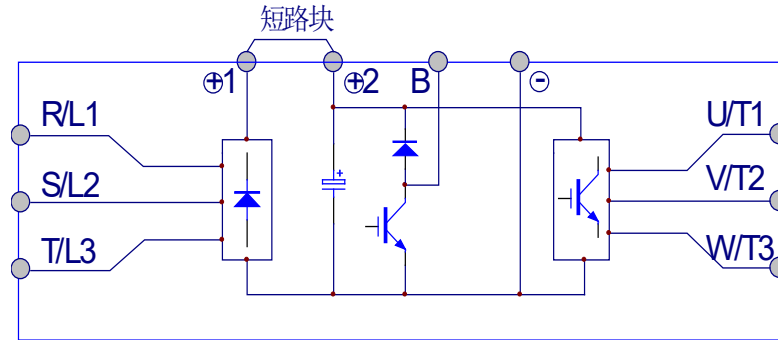

图 4-11 短路块的连接图
- 如不使用直流电抗器，请不要取下短路块，否则变频器不能正常工作。短路块的连接见图 4-11。